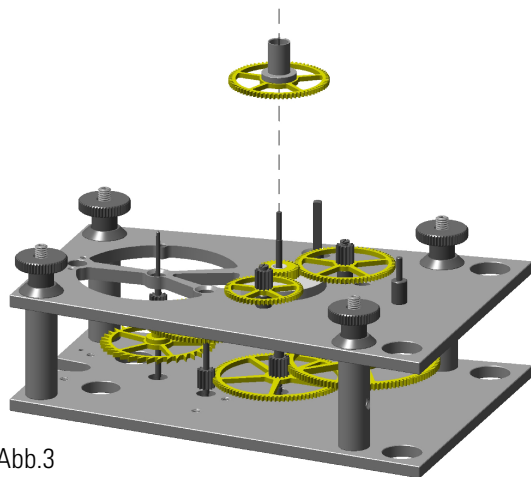

Abb.3
1. Aufsetzen des Stundenrads mit Stundenrohr (Abbildung 3)